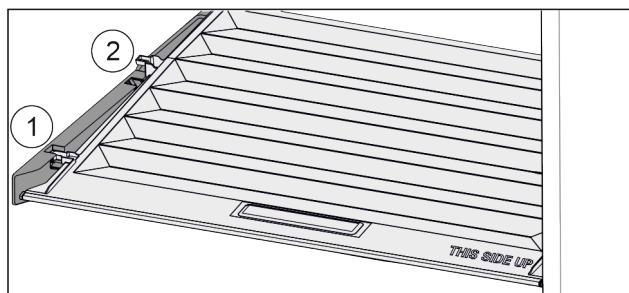

Fig. 34
- ▶ Trekk dekselet til åpningen i holdedelene fremover Fig. 34 (1).
- ▶ Løft ut nede bak og ta opp og ut Fig. 34 (2).